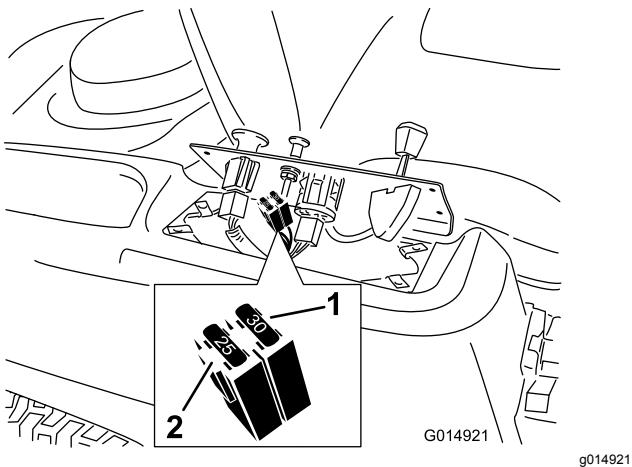

Figure 48
2. Soulevez le panneau de commande pour accéder au faisceau de câblage principal et au porte-fusibles (Figure 48).
3. Pour remplacer un fusible, tirez dessus pour l'enlever (Figure 48).